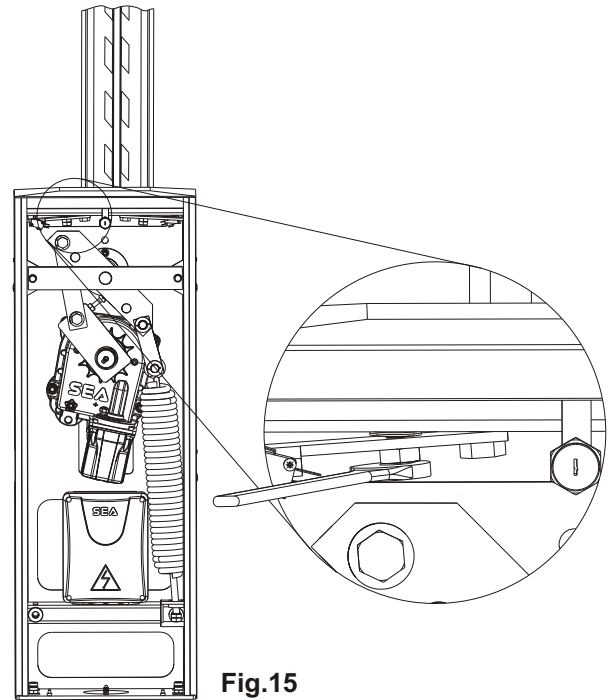

Fig. 15
- Déverrouiller les vis de fin de course en dévissant les écrous de serrage sur le fin de course (Fig. 15).
- Dévisser ou visser les vis de fin de course jusqu'au point où la lisse se ferme en position parfaitement verticale en ouverture et en position parfaitement horizontale en fermeture (Fig. 15).